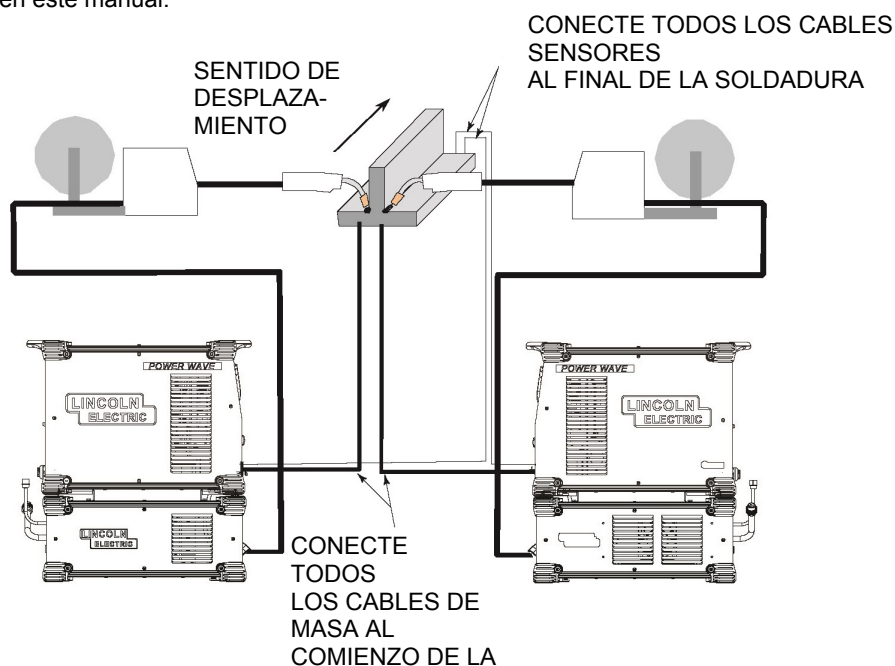

Figura 4
- **Para aplicaciones longitudinales,** conecte todos los cables de masa en un extremo del conjunto a soldar, y todos los cables sensores de la tensión de la pieza en el extremo opuesto del conjunto a soldar. Ejecute los cordones de soldadura alejándose de los cables de masa, hacia los cables sensores (vea la figura 4).